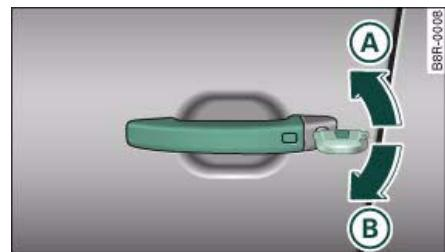

Fig. 25 Cerradura de la puerta del conductor
- Gire la llave hacia la posición de apertura **(A)** ⇒ fig. 25.